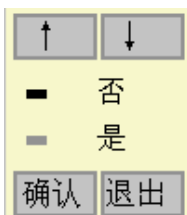

图 4.11 通道选择
11. 通道：超声仪一般包含两个通道，通道 1、通道 2，用户可以在此选择是用通道 1、通道 2 进行测试，按下确认键弹出如图 4.11 所示的选择界面，测试方式的选择基本相同。单通道超声波检测仪不能进行选择，只能是通道 1。